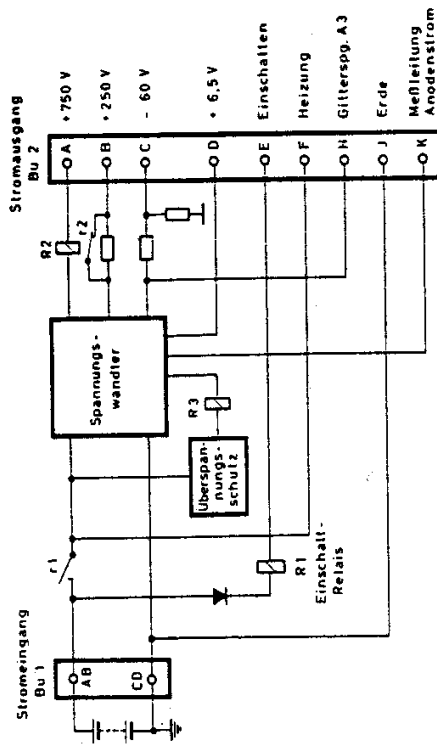

Bild 11. Blockschaltbild des Stromversorgungsteils ST 24/GRC-9
1.4.2.3. Stromversorgungsteil ST 24/GRC-9 (Bild 11)